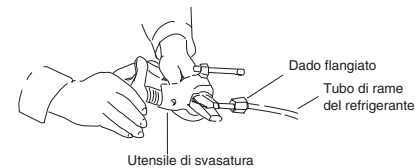

Fig. 5-3
- (3) Rimuovere il dado flangiato dall'unità e non mancare di montarlo sul tubo di rame.
- (4) Svasare l'estremità del tubo di rame con l'utensile apposito. (Fig. 5-3)